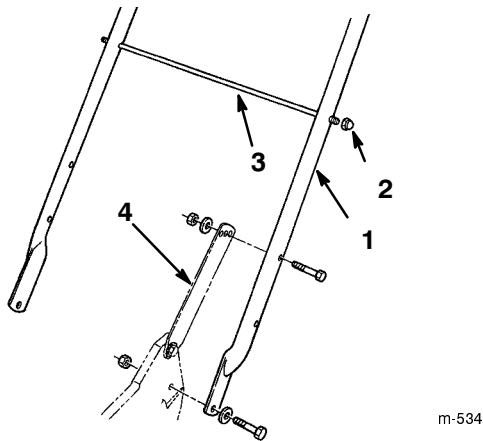

Figure 2
1. Monter le mancheron sur l'extérieur du carter de tondeuse, en insérant dans les trous du bas 2 boulons à tête de 8 mm x 31 mm (5/16-18 x 1-1/4"), avec leur rondelle et contre-écrou à insert de nylon (Fig. 2).
2. Fixer les pattes de verrouillage au mancheron avec 2 boulons à tête de 8 mm x 38 mm (5/16-18 x 1-1/2"), avec leur rondelle et contre-écrou à insert de nylon (Fig. 2).
3. Insérer la tige de support du sac de ramassage dans les trous **supérieurs** du mancheron, et serrer un contre-écrou borgne à chaque extrémité (Fig. 2).